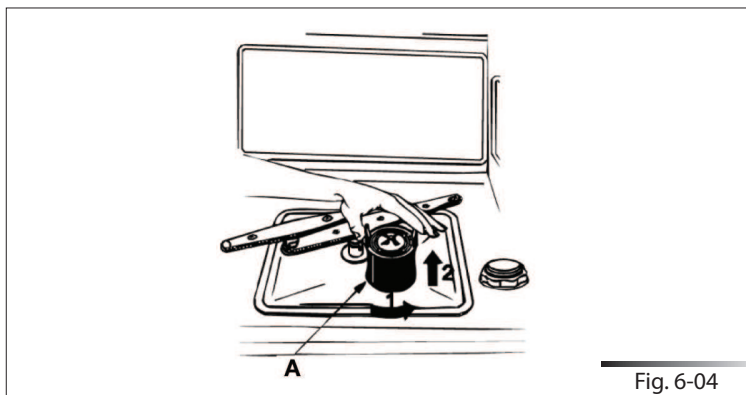

Fig. 6-04
- Il est conseillé de contrôler périodiquement le groupe filtrant (réf. A fig. 6-04) et, si nécessaire, de le nettoyer sous l'eau courante (à température ambiante) en utilisant une brosse dure. Pour l'enlever, il faut saisir les languettes, tourner dans le sens inverse des aiguilles d'une montre et tirer vers le haut ;
- Une fois le nettoyage exécuté, remonter le groupe filtrant après avoir assemblé les deux pièces du filtre central en exerçant une légère pression de façon à ce qu'elles s'encastrent ; introduire le filtre central à l'intérieur du microfiltre (voir fig. 6-05). Repositionner le groupe filtrant (réf. A fig. 6-04) dans son siège en le tournant dans le sens des aiguilles d'une montre pour le bloquer.